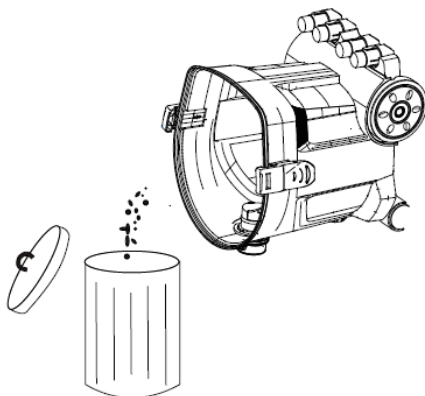

Abb. 18: Filter entleeren
Schritt 2: Entleeren Sie den Inhalt durch Kippen des unteren Gehäuseteils (Abb. 18). Bei Verwendung eines Staubbeutels diesen entnehmen und einen neuen einsetzen.